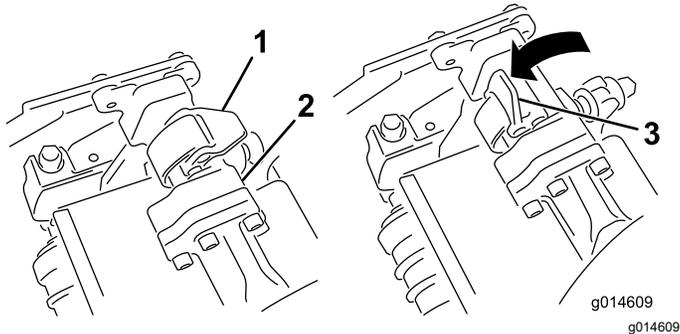
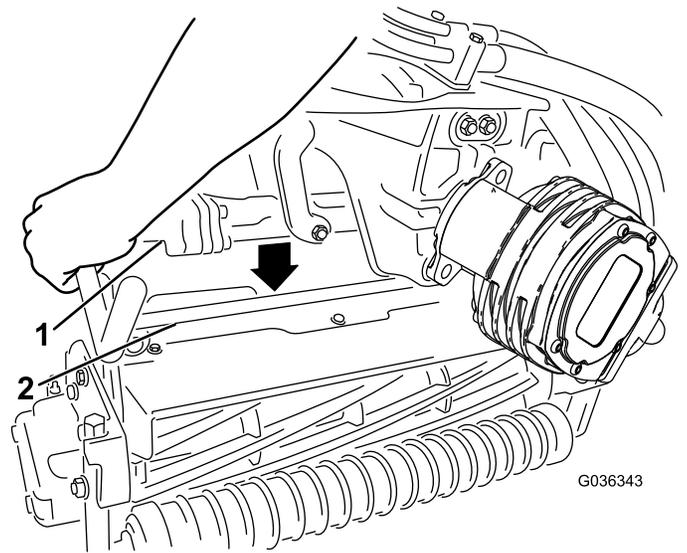

Figura 52
Figura 53
4. Con los enganches del brazo de suspensión orientados hacia arriba (es decir, abiertos (Figura 52), empuje hacia abajo el brazo de suspensión de modo que la barra encaje en la barra situada en la parte superior de la unidad de corte (Figura 53).
5. Presione los enganches hacia abajo alrededor de la barra de la unidad de corte y bloquéelas (Figura 52).
5. Abra los enganches de la barra del brazo de suspensión de la unidad de corte que está retirando (Figura 52).